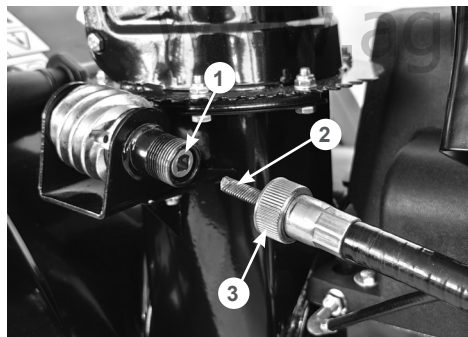

Рис. 18. Подсоединение гибкого вала к червячному валу
- вставьте гибкий вал 2 в четырёхгранный переходник 1 червячного вала, после чего закрепите оболочку гибкого вала, закрутив гайку 3 (Рис. 18).